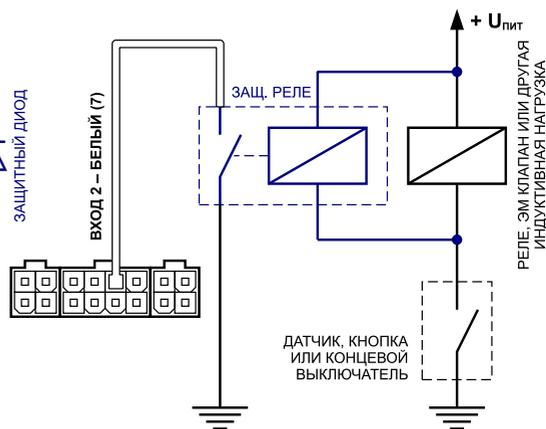

Рисунок 2.
2. **Защитное реле** - (рис. 2) – устанавливается параллельно индуктивной нагрузке. При этом контакты защитного реле служат для замыкания входа контроллера на «массу».